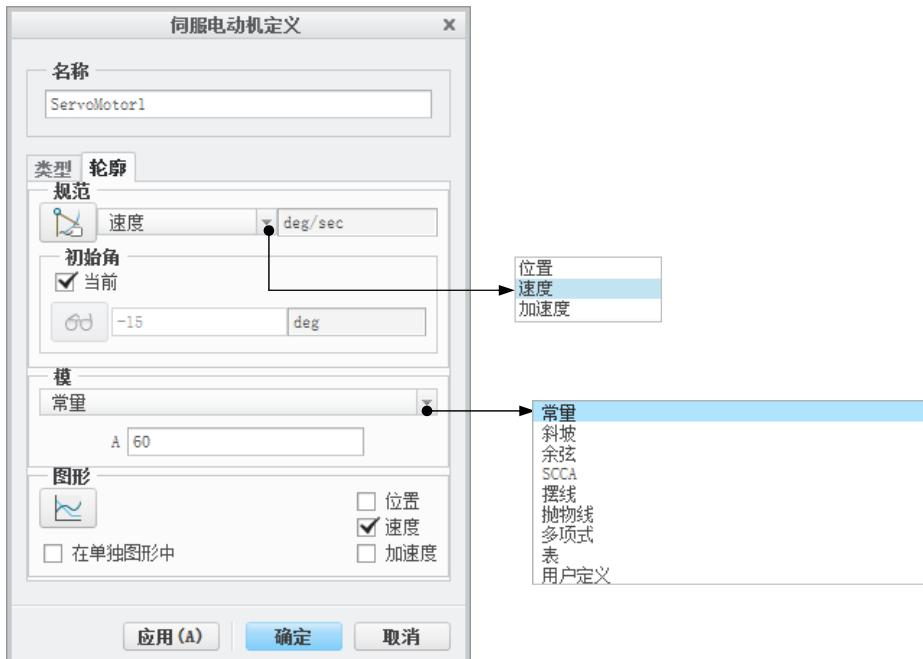

图 2.5.5 “轮廓” 选项卡
Step5. 设置参数。单击“伺服电动机定义”对话框中的**轮廓**选项卡，在“定义运动轴设置”按钮右侧的下拉列表中选择**速度**选项，在“模”下拉列表中选择**常量**选项，在“**A**”文本框中输入值 60，如图 2.5.5 所示。